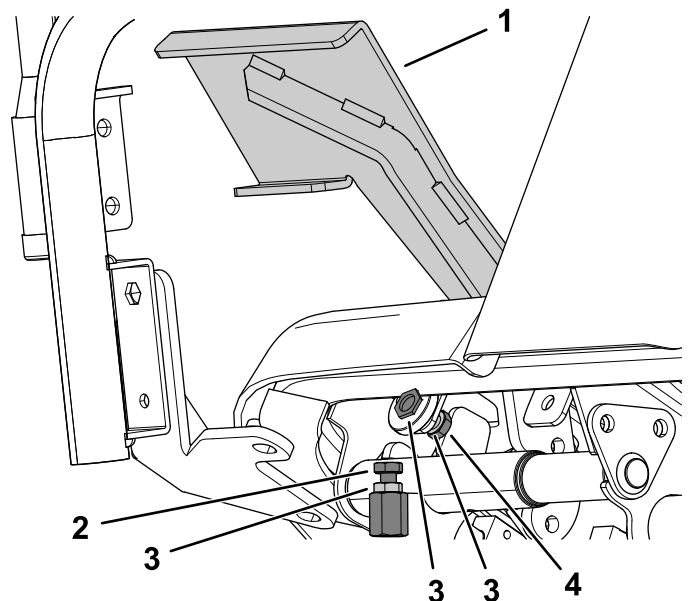

Figura 96
1. Pise el pedal de tracción a fondo (hacia adelante) (Figura 96).
- A. Usando una llave, sujete el tope del pedal de tracción hacia adelante y afloje la contratuercas en la parte posterior del soporte (Figura 96).
- B. Mueva el pedal de tracción a la posición que desee (Figura 96).
- C. Ajuste la contratuercas en la parte posterior del soporte hasta que el tope del pedal de tracción entre en contacto con el pedal de tracción (Figura 96).